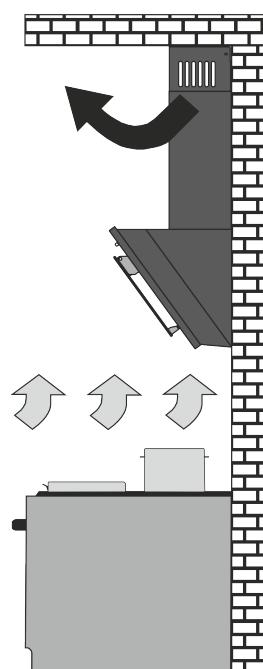

Рис.2
- в режимі рециркуляції (замкнута кругова циркуляція повітря на кухні), коли витяжка не підключається до димоходу, а повітря проганяється через жироуловлюючий алюмінієвий (в комплекті) та запахопоглинальний вугільний (купляється окремо) фільтри і повертається назад в кухню - (рис.2).
- в режимі рециркуляції (замкнений круговий обіг повітря в кухні) (рис.2).